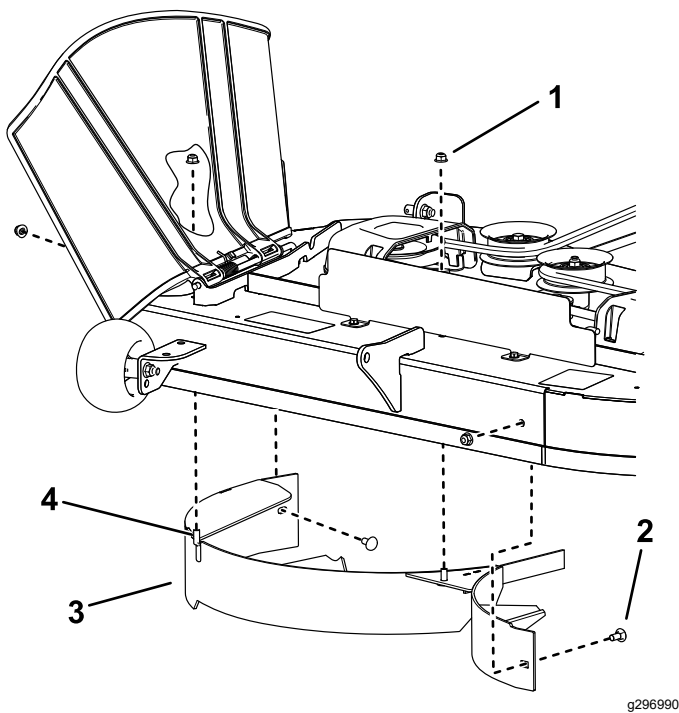

Figura 12
4. Retire las 2 contratuercas (5/16") de los espárragos soldados del deflector (Figura 12).
- Retire los 2 pernos de cuello cuadrado y las 2 contratuercas que fijan el deflector a la carcasa y retire el deflector (Figura 12).
- Localice los 2 pernos en las piezas sueltas y utilice las contratuercas existentes para instalar estas fijaciones en los taladros utilizados para los espárragos soldados (Figura 12) para evitar que se arrojen residuos al aire.